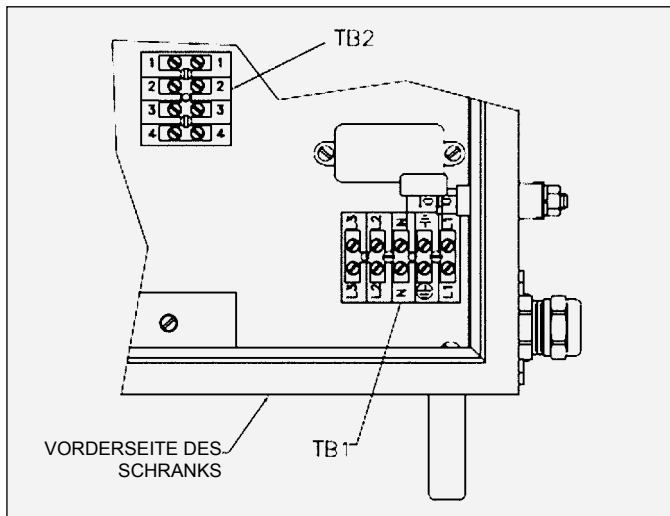
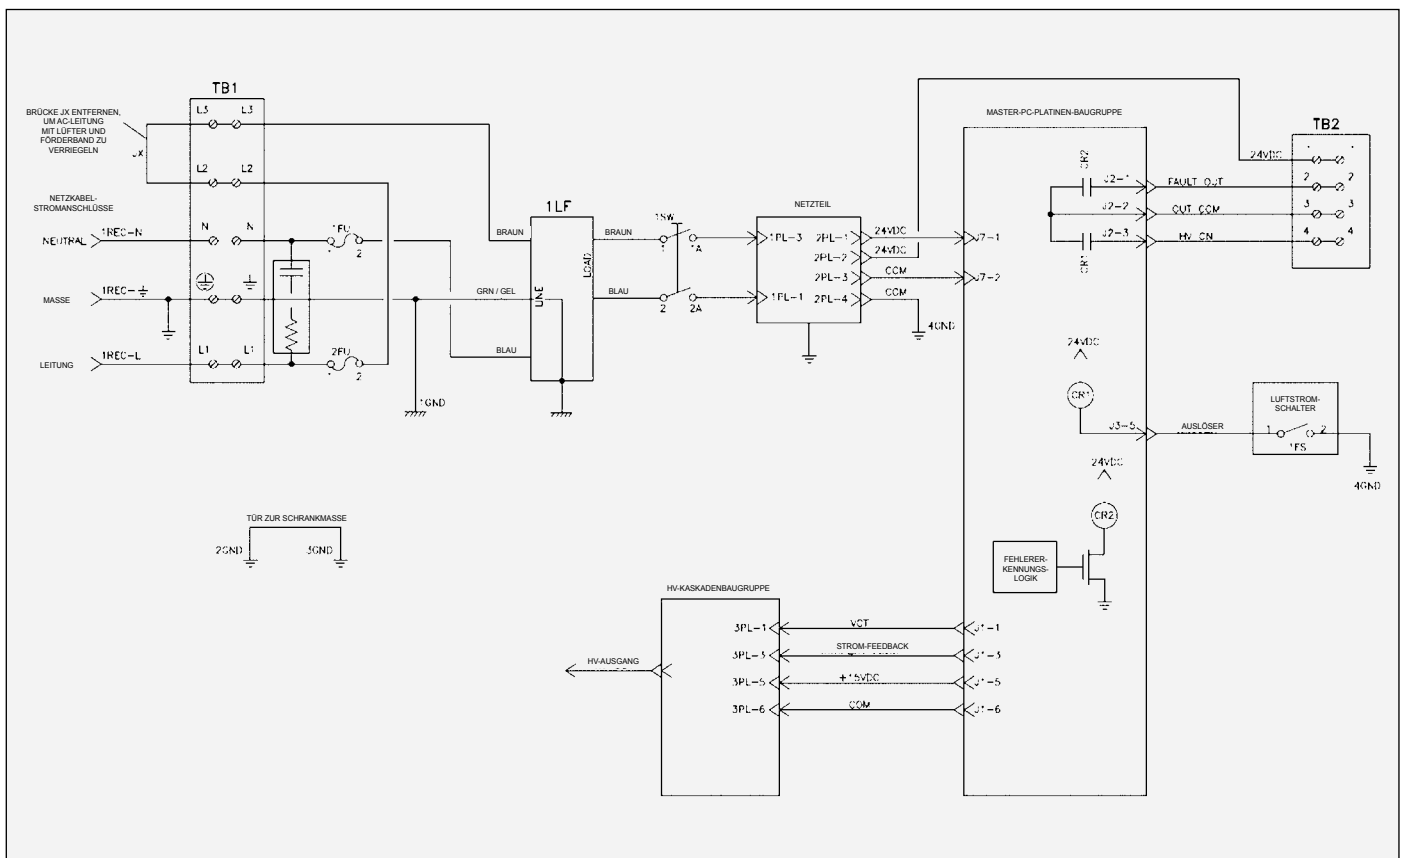

Abbildung 9: Lage von TB1 & TB2 im Regler
Abbildung 12: Schaltplan des Reglers
4. Verwenden Sie ein abgeschirmtes Kabel zum Verdrahten der Verriegelung (kundenseitig bereitgestellt) und führen Sie es durch den Verriegelungsanschluss auf der Seite des 9060-Reglers und dann auf TB1-L2 und TB1-L3, wie in Abbildung 12 dargestellt. Das abgeschirmte Kabel muss eine Mindestkapazität von 300 V und 105 °C aufweisen und die Leiter sollten mindestens 0,8 mm² (18 AWG) dick sein. Befestigen Sie das Kabel wie unter „I/O-Anschlüsse“ im Abschnitt „Installation“ dieses Handbuchs beschrieben am Verriegelungsanschluss, damit der Schirm mit der Struktur des Gehäuses verbunden ist.
Ein Satz Relaiskontakte für Hochspannungs- (CR2) und Fehlerbedingungen (CR2) ist an TB2-4 und TB2-1 bereitgestellt (siehe Abbildung 9). Ein Ende dieser Relaiskontakte ist jeweils zusammengeschlossen und auch an eine Quelleneingangsklemme TB3-2 angeschlossen (siehe Abbildung 12). Wenn an TB3-2 eine Quellspannung anliegt und entweder die Hochspannung eingeschaltet ist oder eine Fehlerbedingung auftritt, wird die Quellspannung